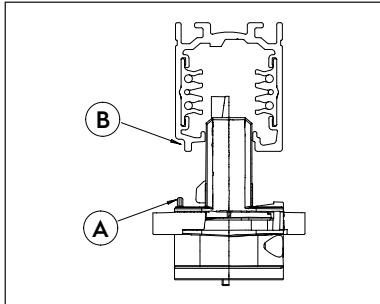

Fig. 3 Chiave meccanica
Inserire l'adattatore nel binario, in modo tale che la chiave meccanica (A) dell'adattatore si trovi con lo scarico (B) presente sul binario (fig.3).